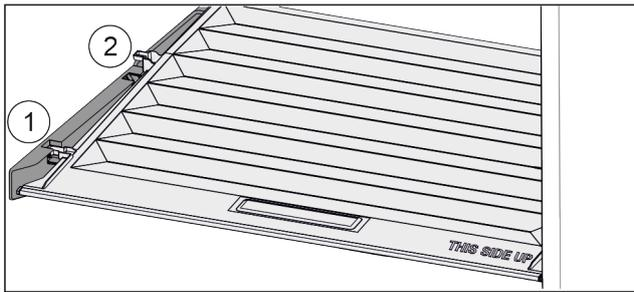

Fig. 97
- ▶ Tirer le couvercle vers l'avant jusqu'à dans l'orifice des pièces de retenue Fig. 97 (1).
- ▶ Le soulever par le bas à l'arrière et le sortir par le haut Fig. 97 (2).